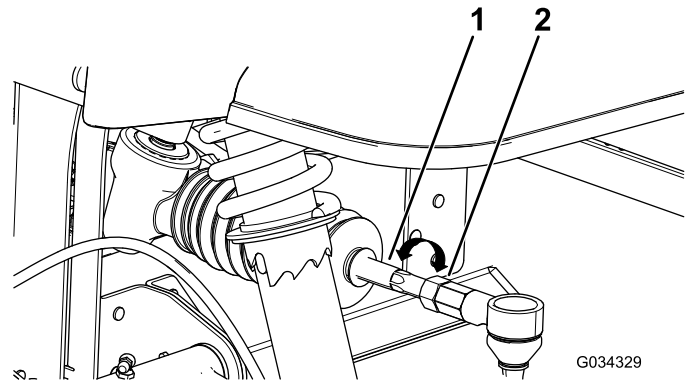

Figura 47
4. Si la distancia no es de 0 ± 3 mm, afloje las contratuercas en el extremo exterior de las bielas (Figura 47).